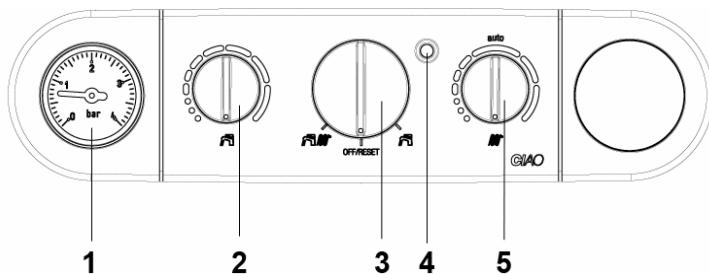

Рис. 4.1
- открутите на два или три оборота пробку автовоздушника (B) рис 3.9;
- откройте кран подпитки (D) до тех пор, пока давление на манометре, расположенном на панели управления (рис. 4.1), не достигнет приблизительно 1 бар.
- подайте электропитание на котел и установите переключатель режимов работы в положение «лето» или «зима» (рис. 4.1) в зависимости от того, какой режим работы вам нужен.
Установка температуры воды в системе отопления осуществляется посредством регулятора на панели управления с символом «» (рис. 4.1). Вращение ручки регулятора по часовой стрелке – увеличение температуры, против часовой стрелки – уменьшение температуры.